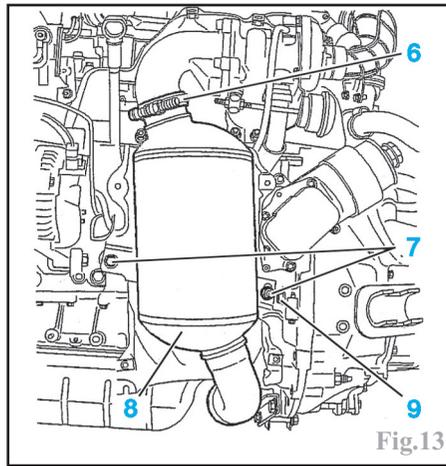
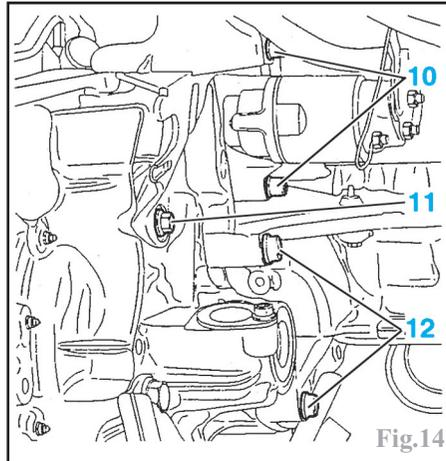

Fig.13
Fig.14
-le collier supérieur du catalyseur (6) (Fig.13).
-les écrous de fixation du catalyseur sur le moteur et la boîte de vitesse (7).
-le catalyseur (8).
-la vis située derrière entre le carter moteur et le carter de boîte (9).
-les 2 vis (10) (Fig.14).
-la vis (11)
-les 2 vis (12)